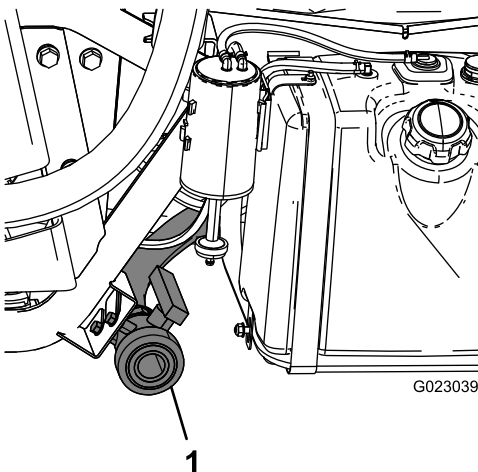

Bild 15
2. Ermitteln Sie das Ablassventil des Behälters an der linken Seite der Maschine (Bild 15).
4. Öffnen Sie das Ventil, sodass nicht verwendete Materialien vom Behälter ablaufen können und entsorgen Sie diese gemäß der lokalen Vorschriften und der Vorschriften des Herstellers (Bild 15).
5. Wenn der Behälter ganz geleert ist, schließen Sie das Ablassventil und setzen Sie das Ventil in die Halterung ein (Bild 15).